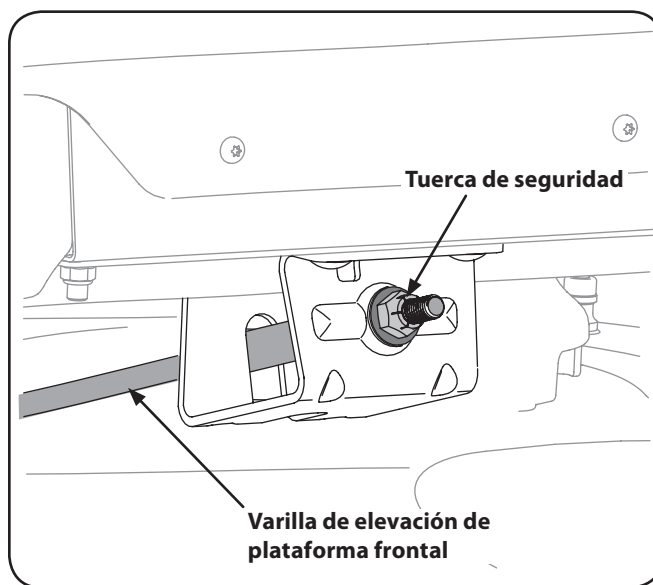

Figura 6-5
5. Con una llave, levante o baje la parte delantera de la plataforma girando la tuerca de seguridad de la varilla de elevación delantera de la plataforma. Vea la Figura 6-5.